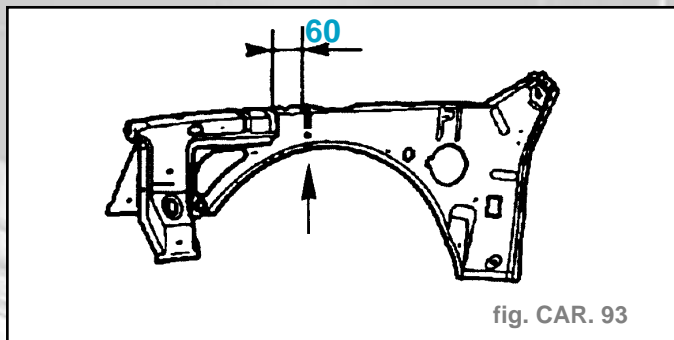

fig. CAR. 93
- Tracer, puis découper à l'aide d'une scie (coupe définitive) (fig. CAR. 93)